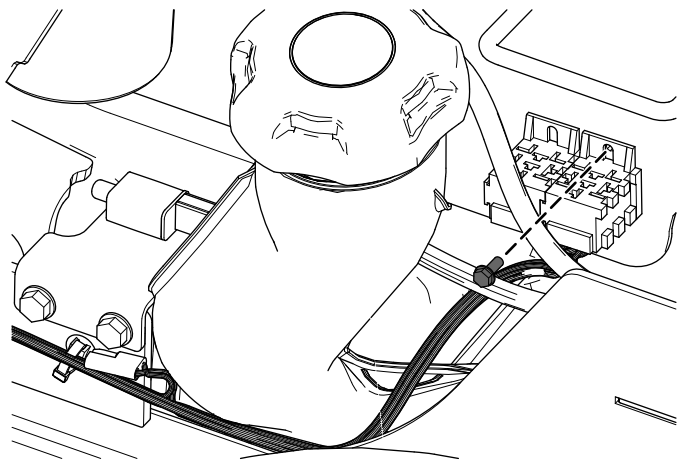

Bild 14
4. Befestigen Sie den Kabelbaum in der Nähe der Relais mit der Blechschraube (Bild 14).